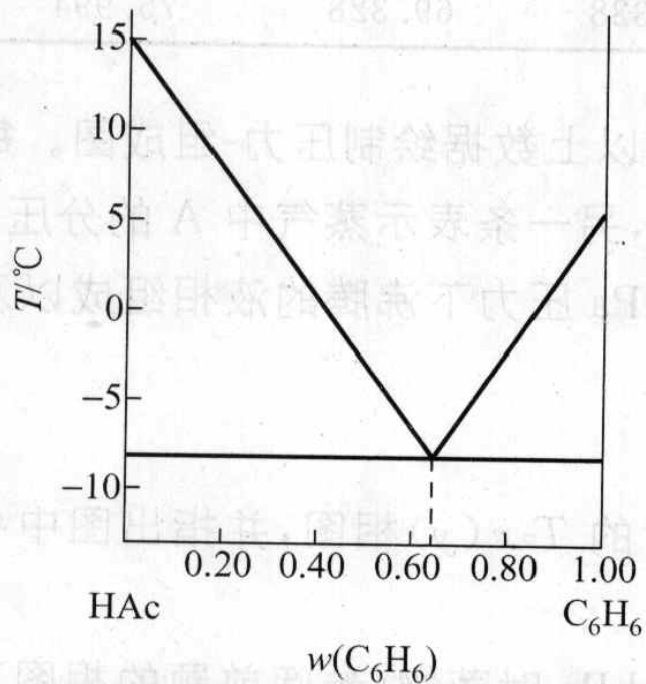

图 4-18 HAc-C₆H₆ 的相图
13. HAc-C₆H₆ 系统的固-液相图如图 4-18 所示。